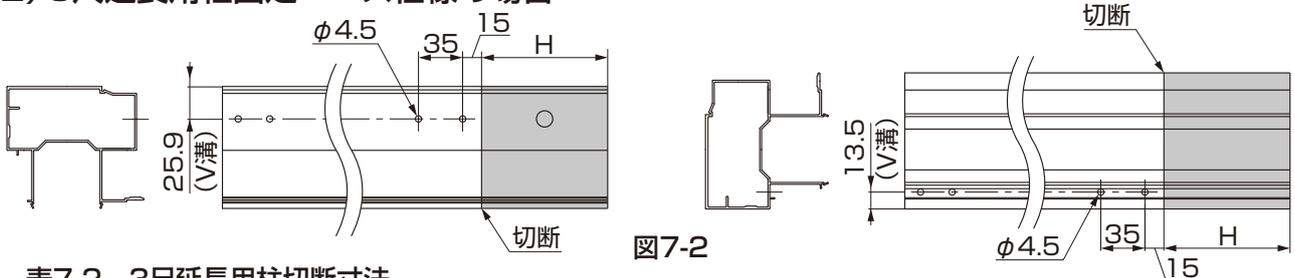

図7-2
①図7-2と表7-2を参照して、3尺延長用柱を加工してください。